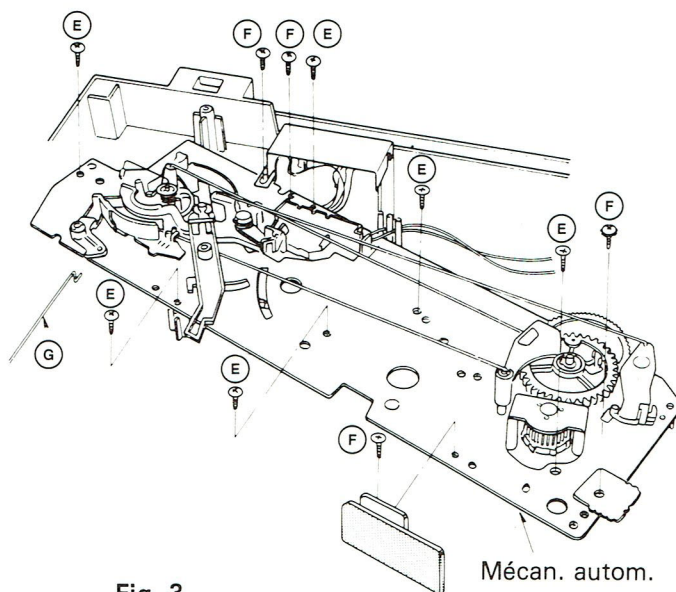

Fig. 3
3. Démontage du mécanisme automatique (Fig. 3 et 4)
- Défaire les 6 vis (E) et les 4 vis (F)